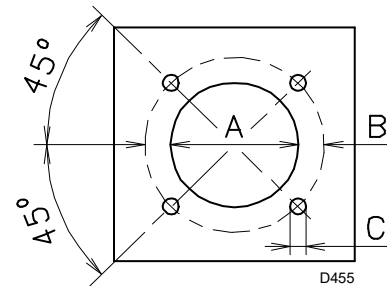

Abb. 12
Die Verschlussplatte der Brennkammer, wie in Abb. 12 durchbohren. Die Position der Gewindebohrungen kann mit dem zur Grundausstattung gehörenden Wärmeschild ermittelt werden.
- Den gesamten Brenner in das vorher vorbereitete Bohrloch des Heizkessels einpassen, wie in Abb. 12 dargestellt, und mit den beige-packten Schrauben befestigen.